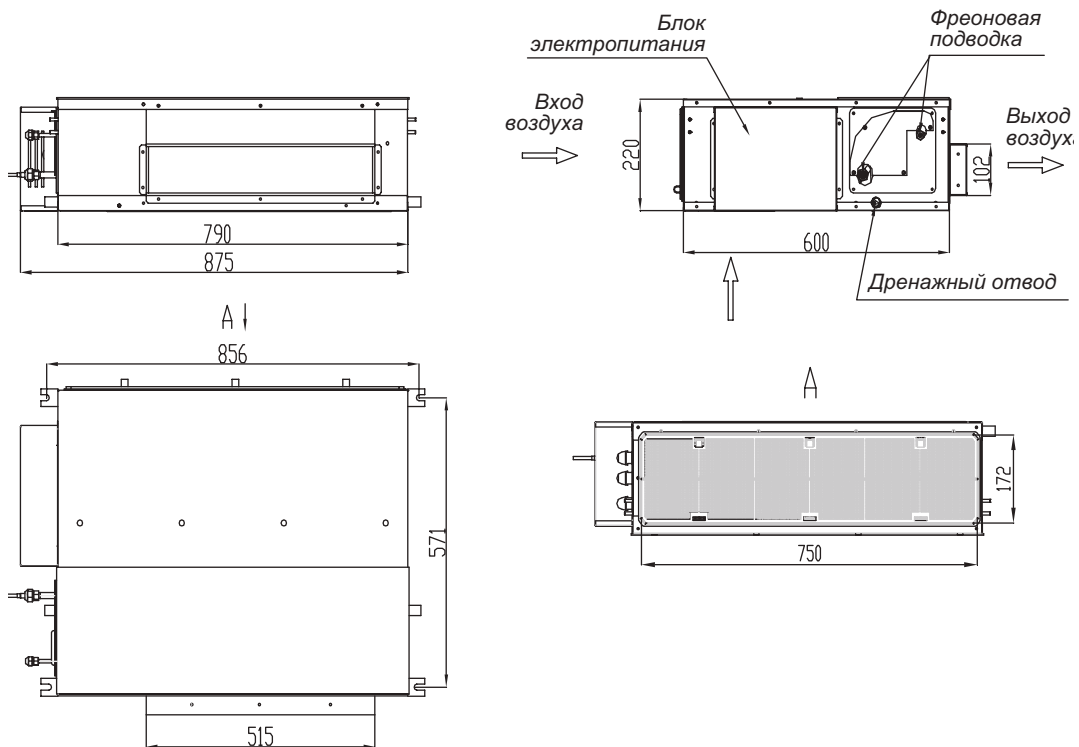

Рис. 9.6
9.2.4.1 Габаритные и установочные размеры внутренних блоков канального типа (рис. 9.6) моделей GMV-R22P(S)/NaB-K, GMV-R25P(S)/NaB-K, GMV-R28P(S)/NaB-K, GMV-R32P(S)/NaB-K, GMV-R36P(S)/NaB-K